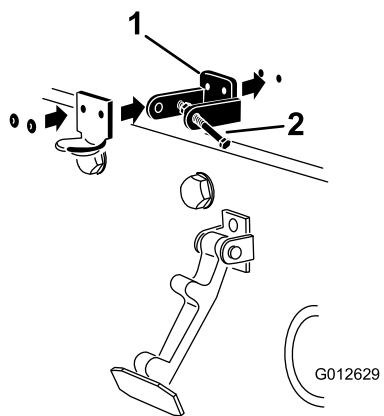

Рисунок 31
- Выравнивая монтажные отверстия, поместите стопорный кронштейн стандарта СЕ и кронштейн защелки капота на капот. Стопорный кронштейн должен быть прижат к капоту (Рисунок 31). Не снимайте болт с гайкой в сборе с рычагом стопорного кронштейна.
- Приклепайте кронштейны и шайбы к капоту (Рисунок 31).